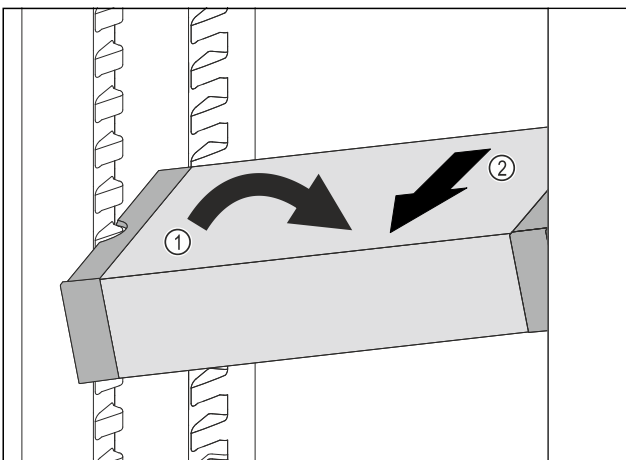

Fig. 62
- ▶ Coloque el VarioSafe en el compartimento del refrigerífico en posición oblicua. Fig. 62 (1)
- ▶ Extraiga el VarioSafe hacia delante. Fig. 62 (2)